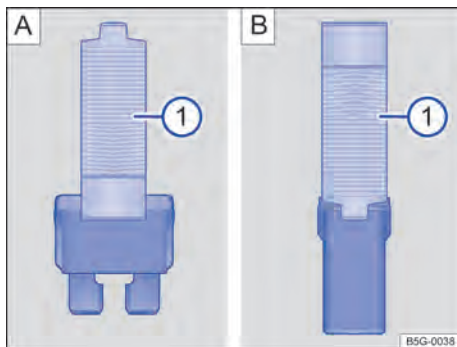

Fig. 173 Retirar ou colocar o fusível com o alicate de plástico: fusível plano, B: fusível de bloqueio.
- De acordo com a versão do fusível, colocar as garras adequadas do alicate plástico ⇒ Fig. 173 A ① ou ⇒ Fig. 173 B ① lateralmente no fusível.
- Se o fusível estiver queimado, substituir o fusível por um novo da *mesma* intensidade (mesma cor e inscrição) e do *mesmo* tamanho ⇒ ①.